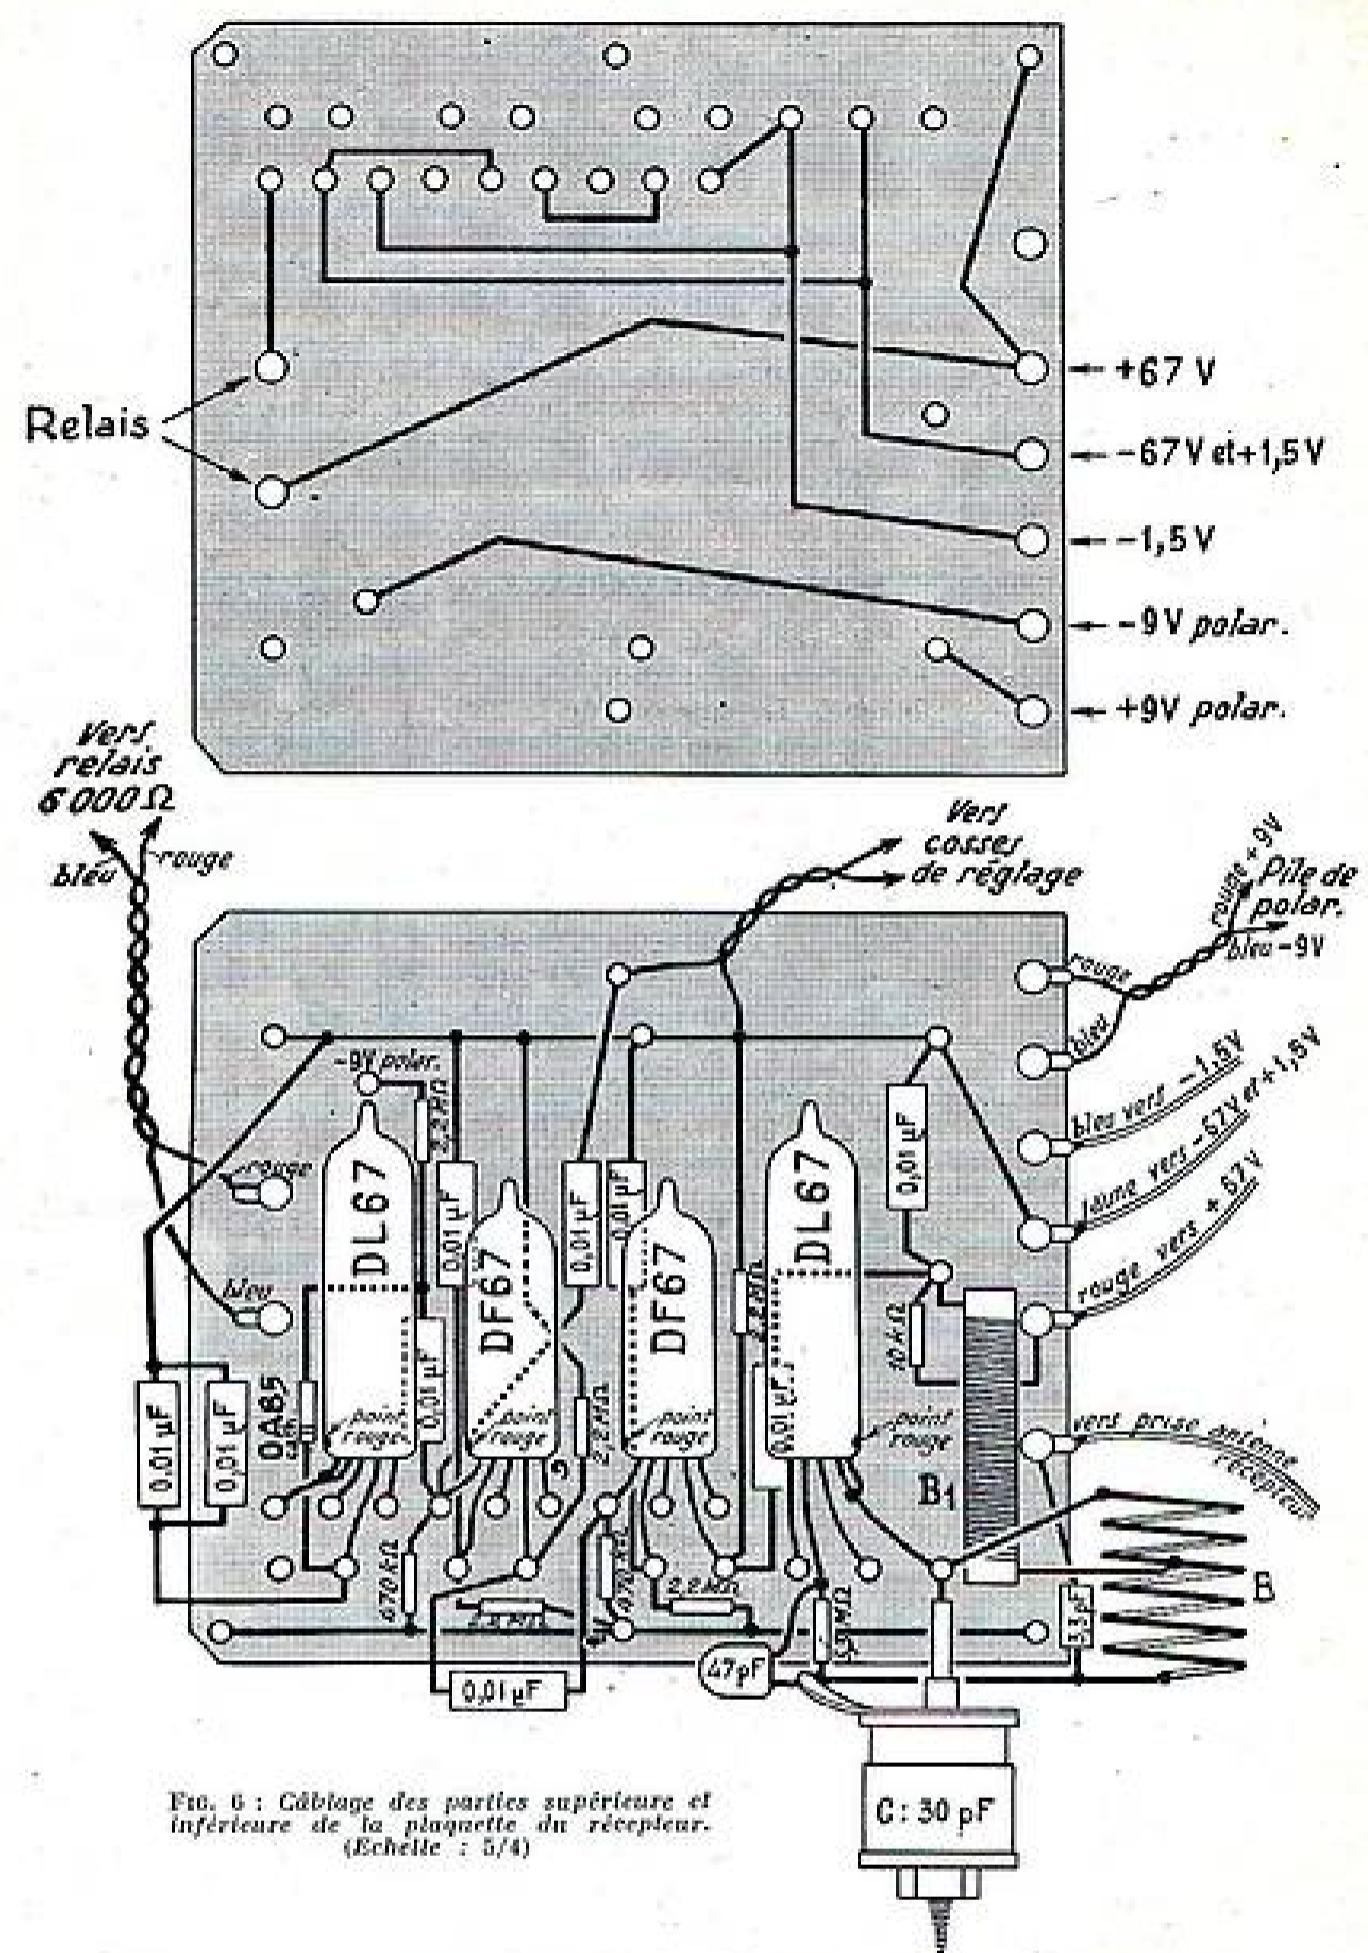

FIG. 6 : Câblage des parties supérieure et inférieure de la plaquette du récepteur.
**Le récepteur :** Tous les éléments du récepteur sont fixés sur une petite plaque de bakélite de 75 × 55 mm (fig. 6).
La figure 6 représente le câblage complet des deux côtés de la plaque. On remarquera la disposition horizontale des quatre tubes subminiatures. Ne pas oublier que la sortie d'anode est repérée par un point rouge. Les fils de sortie des électrodes des lampes ont